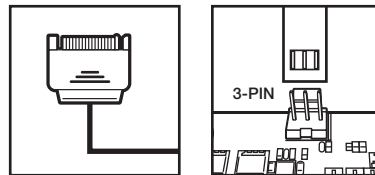

figure 1
**FR** > Connectez le câble d'alimentation de la pompe à la fiche d'alimentation SATA (figure 1).
> Connectez le câble d'alimentation de la pompe au cavalier CPU\_FAN de la carte mère (figure 1).
**DE** > Verbinden Sie das Stromkabel der Pumpe mit einem verfügbaren SATA-Netzstecker (Abbildung 1).
> Verbinden Sie das Stromkabel der Pumpe mit dem CPU-FAN Header auf dem Mainboard (Abbildung 1).
**NL** > Sluit de voedingskabel van de pomp aan op een beschikbare SATA-stroomplug (afbeelding 1).
> Sluit de tach-kabel van de pomp aan op de CPU\_FAN-header op het moederbord (afbeelding 1).
**PL** > Połącz przewód zasilający pompki z dostępną wtyczką zasilania SATA (rysunek 1).
> Podłącz przewód tachometru pompki do złącza CPU\_FAN na płycie głównej (rysunek 1).
**RU** > Подключите кабель питания насоса к доступному разъему питания SATA (Рис. 1).
> Подключите кабель питания насоса к разъему CPU\_FAN на материнской плате (Рис. 1).
**CN** > 连接泵电源线至可用 SATA 电源插头 (图1)。
> 将泵机电源线连接至主板上的 CPU\_FAN 接头 (图1)。